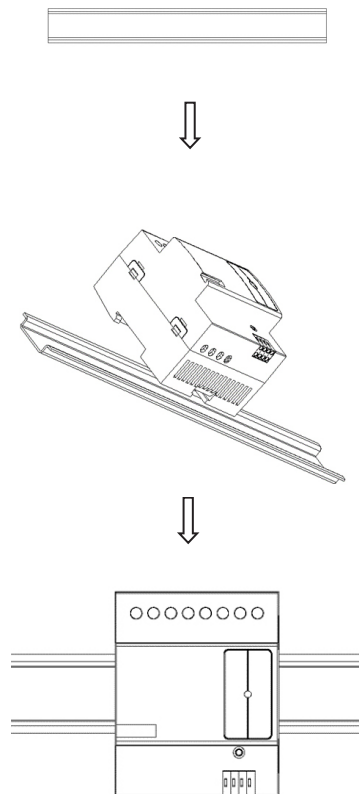

Figura 6. Instalación de Rieles
- El módulo debe instalarse en un riel DIN de 35 mm (Figura 6) alojado dentro de un tablero de automatización dedicado;